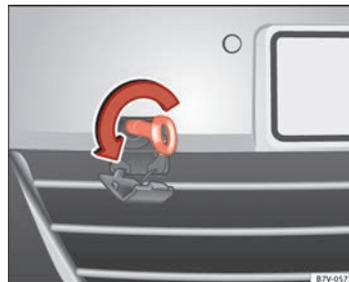

Fig. 220 Sur la partie droite du pare-chocs avant : visser l'œillet de remorquage.
Le logement de l'œillet de remorquage à visser se trouve sur la partie droite du pare-chocs avant ⇒ fig. 220.
- Vissez l'œillet de remorquage dans son logement **dans le sens inverse des aiguilles d'une montre** autant que possible ⇒ fig. 220 ⇒ Ⓞ. Utilisez un objet approprié pour visser fermement l'œillet de remorquage dans son logement.